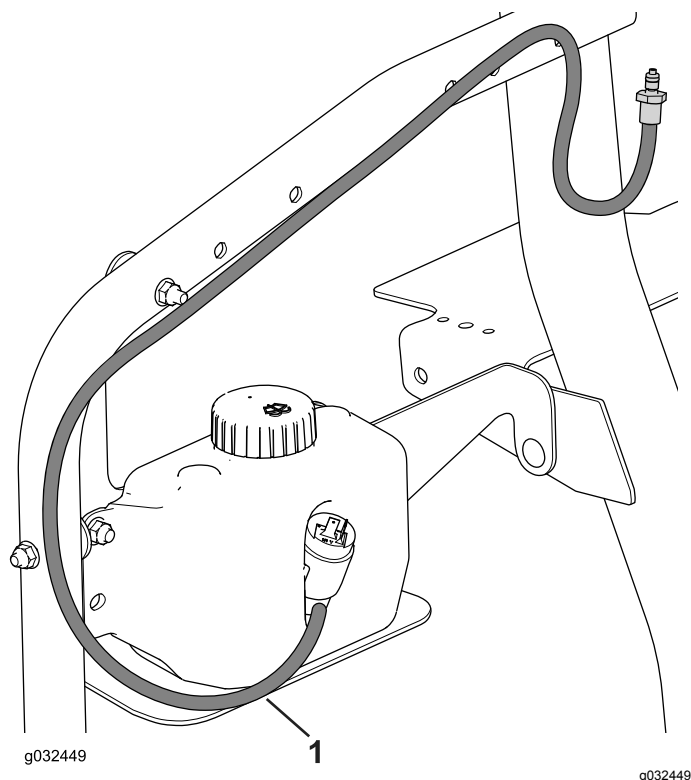

Рисунок 32
5. Подсоедините трубку стеклоомывателя к бачку стеклоомывателя и прикрепите ее к раме кабельными стяжками (Рисунок 32).